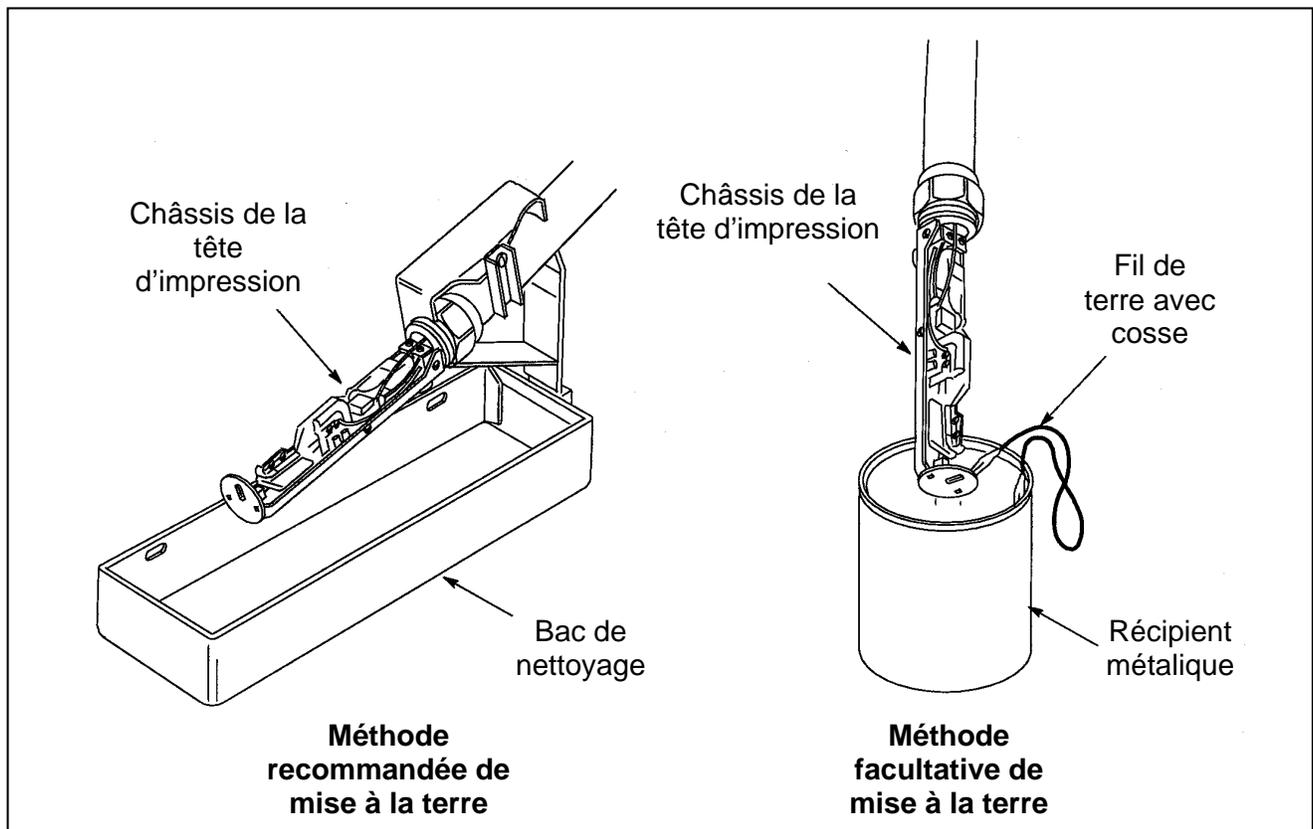

Figure 6-7. Méthodes de mise à la terre
6. Reliez la tête à la terre (voir la Figure 6-7 dans laquelle sont indiquées deux méthodes de mise à la terre).